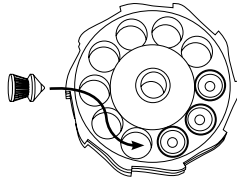

Рис.9
3. Вставляйте пульки с тыльной (не плоской) стороны магазина, юбкой к себе. (Рис.9) Продвигайте пульки до тех пор пока уплотнительное кольцо на барабане не обхватит данные пульки за пояс.